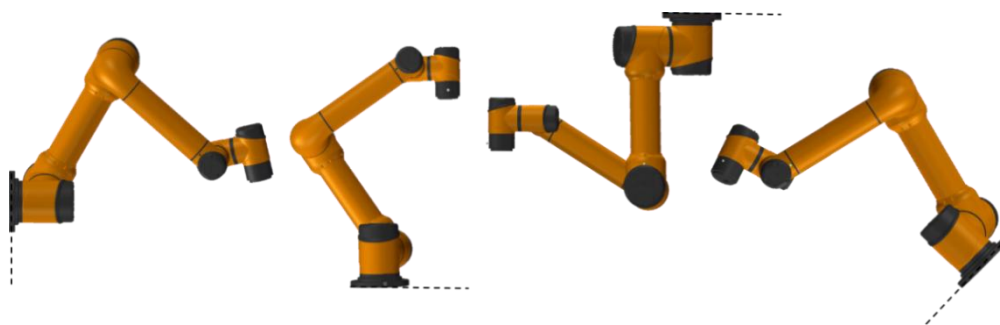

图 3-2 不同安装姿态示意图
AUBO-iS(FT) 系列机械臂具备 360° 安装位置姿态自适应功能, 可支持底座安装、吊装、壁装及多种安装方式, 如图 3-2 所示。机械臂安装好后, 示教软件将在上电后自动识别并调整机械臂的工作参数。